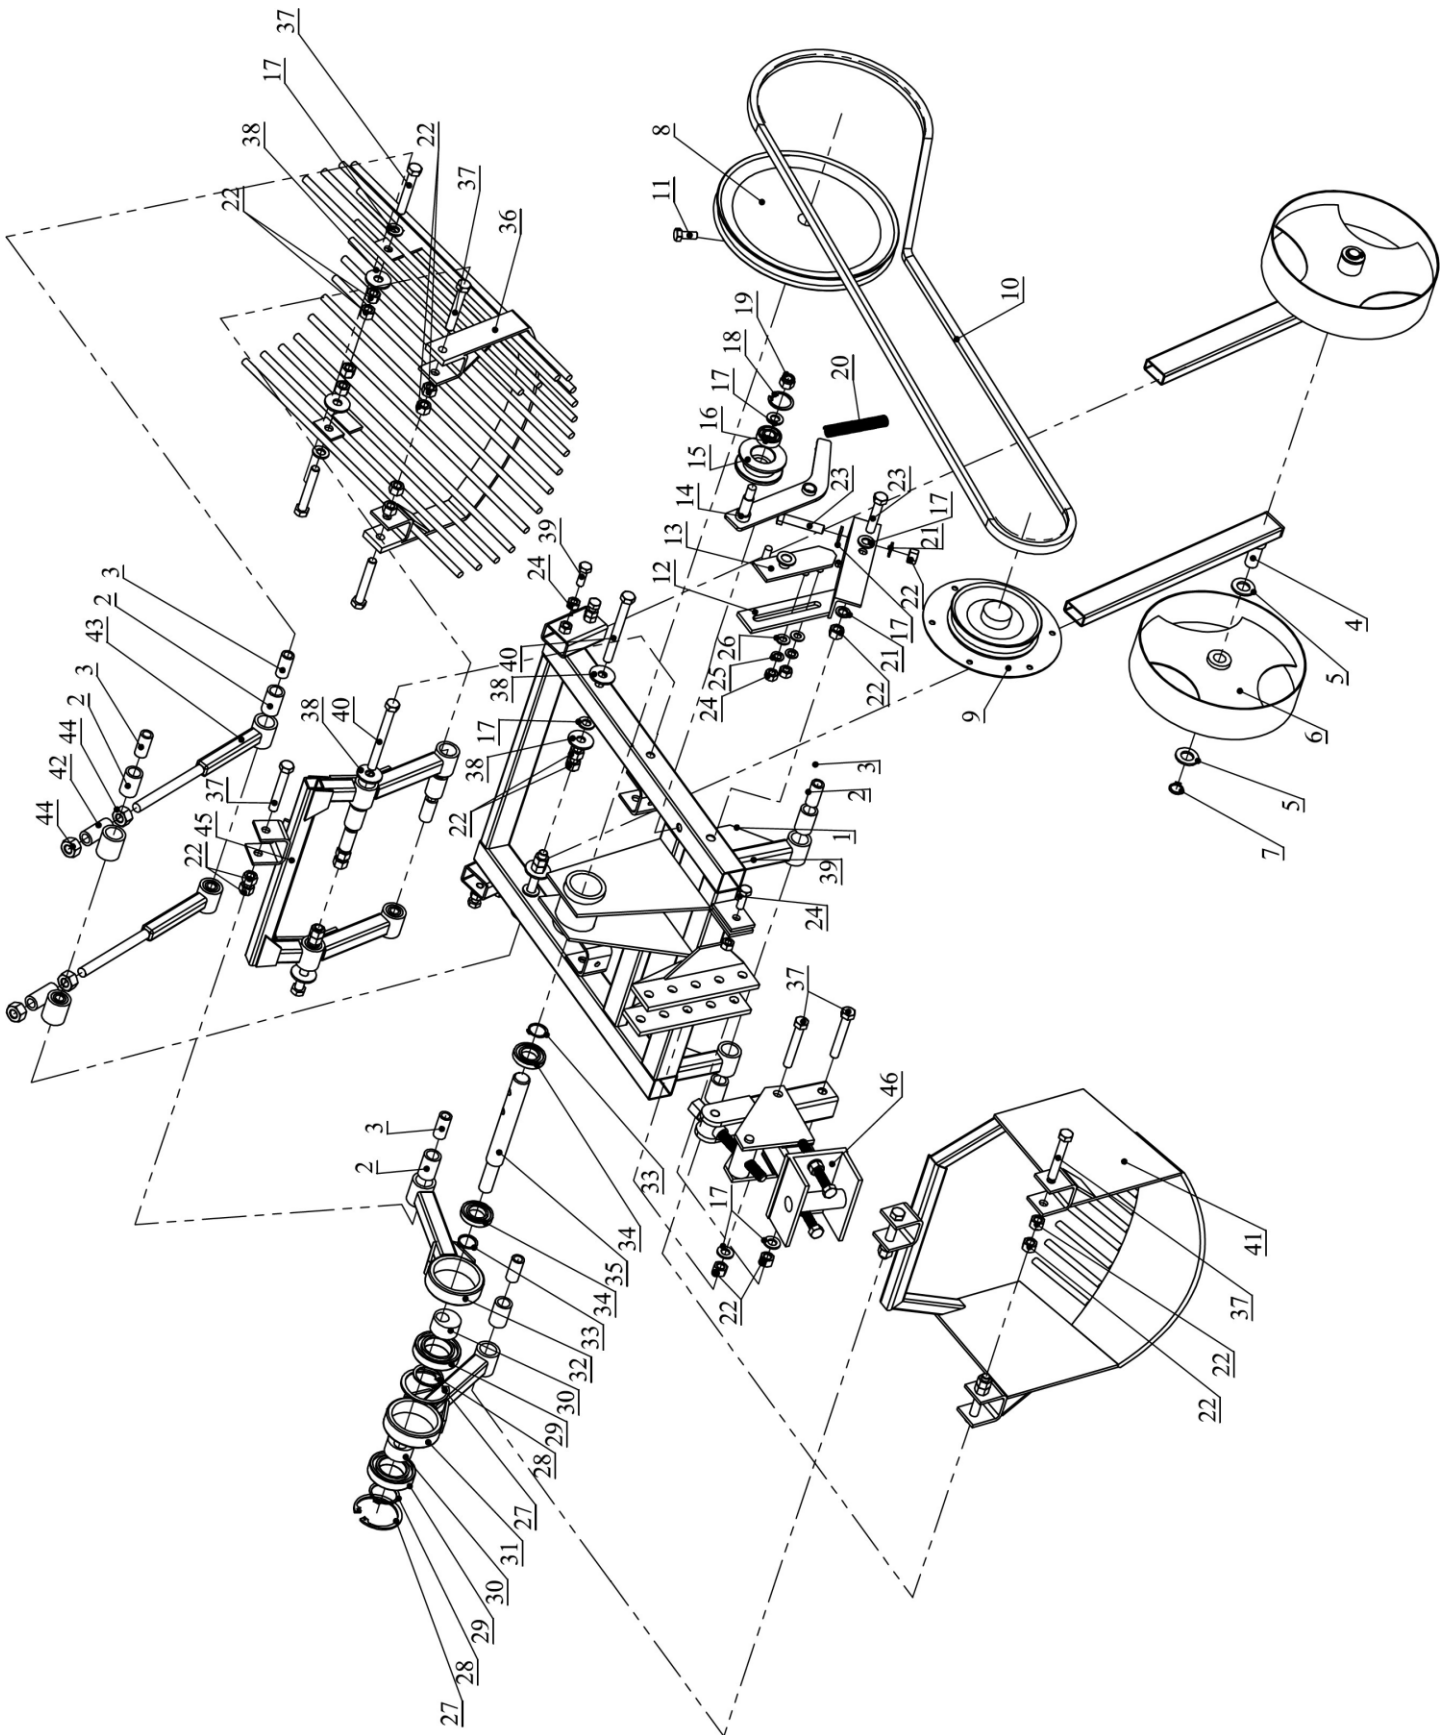

Рис. 4. Комплектация вибрационного картофелекопателя РН-2.
2. Установите на ступицу большого шкива трактора (мотоблока) ведущий шкив (поз. 9, Рисунок 4) картофелекопателя.
5. Установите большой шкив картофелекопателя (поз. 8, рисунок 4).